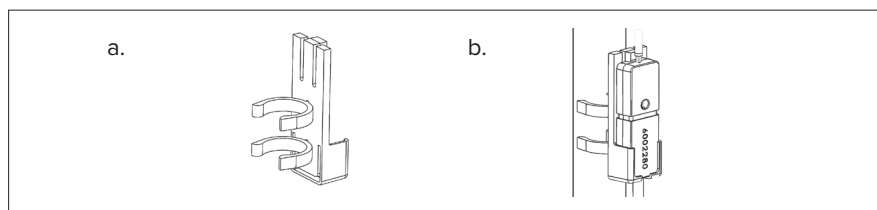

Figura 7: Conectar los clips
- Como se muestra en la **FIGURA 7**, conecte los clips a la parte posterior del soporte de la placa del sensor de caudal.